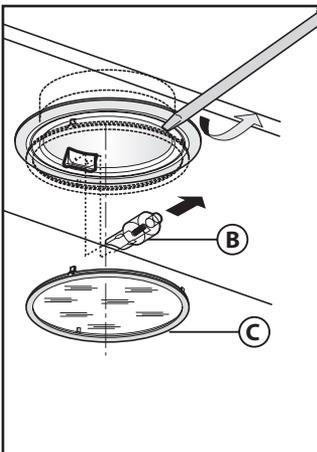

Fig.6
• **Udskiftning af halogenpærer (Fig.6):**